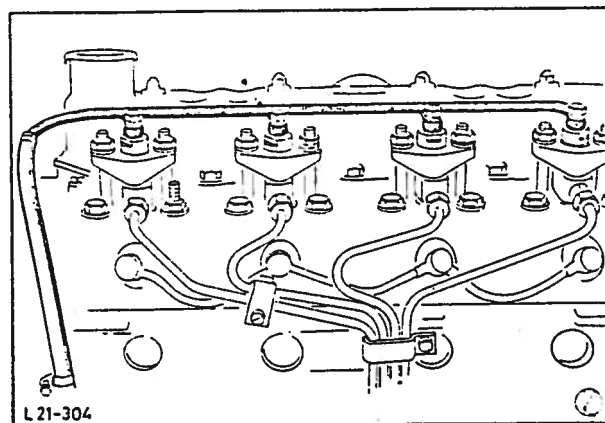

Fig. 85 Montering av oljespillrør.
64. Fest oljespillrørene til dyser og innsprøytningpumpe, fig. 85.